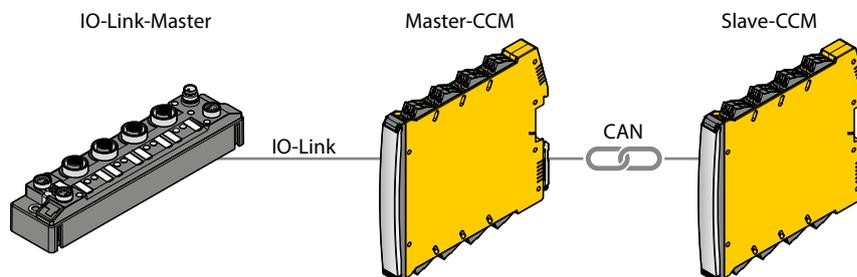

Abb. 4: Master-Slave-Kommunikation (schematischer Aufbau)
- Gerät gemäß Abb. 4 auf einer Hutschiene befestigen.